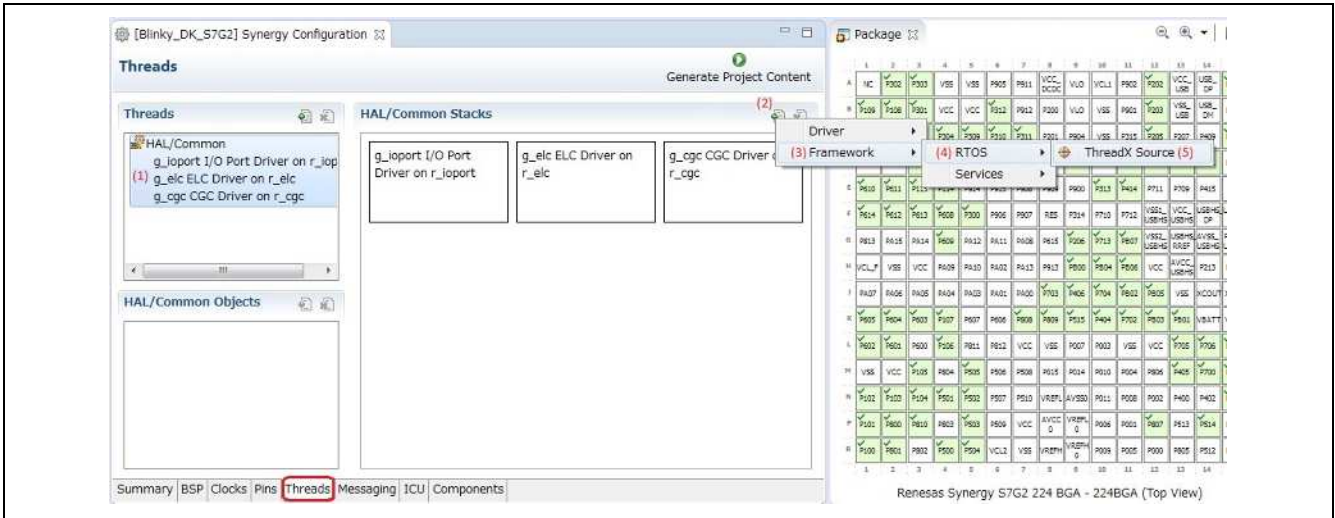

図 7 ThreadX のソースファイルの登録 (v5.3.1 以前のバージョンの e2 studio)
1. 図 7 および図 8 に示すコンフィグレーション・エディタを使用して、ThreadX のソースコードファイルを e2 studio に登録します。[Threads] タブページを開いて、項目 (1) ~ (5) を順番に指定し、ソースファイルを登録します。